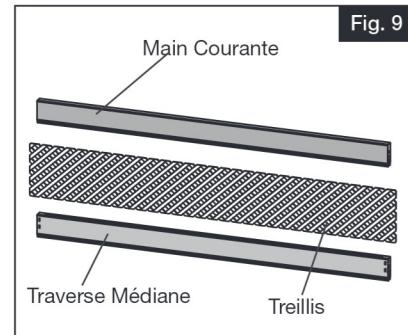

Fig. 9
- Placer le treillis dans la traverse médiane, et ensuite dans la main courante (Fig. 9).